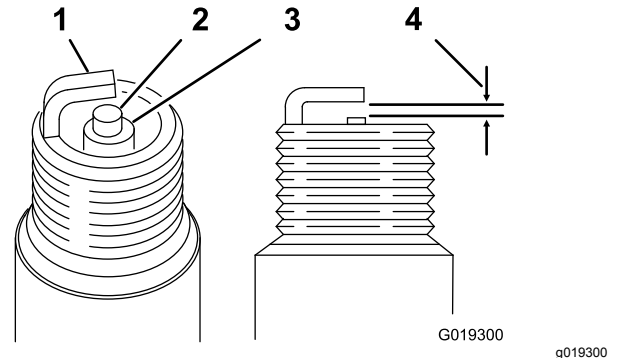

Figura 44
5. Para cada vela de ignição, defina a folga entre o eléctrodo central e o eléctrodo lateral para 0,76 mm; consulte Figura 44. Instale cada vela de ignição com a folga correcta com um vedante e aperte-a com uma força de 22 N m.